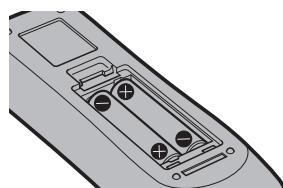

図2
- 2) 電池を入れ、ふたを閉じる（●側から先に入れます）（図2）